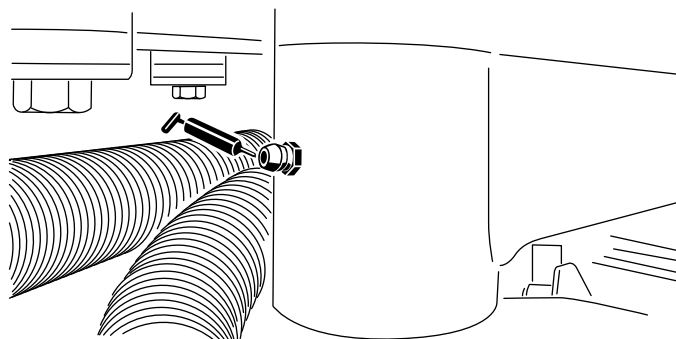

Figura 38
- Engrenagens da direcção (2) (sob a aba, debaixo do sector da direcção) e eixo da direcção (2) (Figura 38)